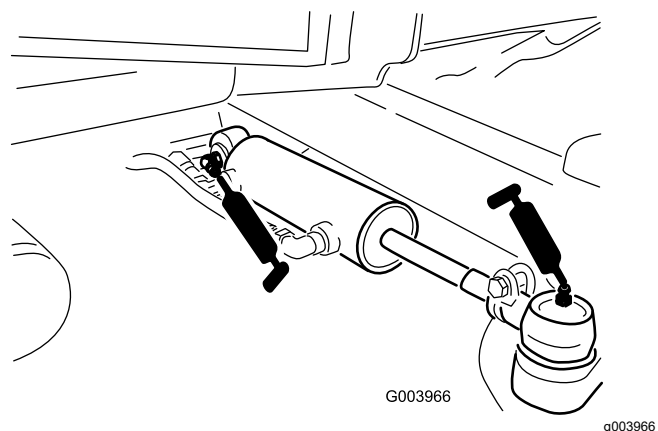

Figure 112
- Rotules de vérin de direction (2) (Figure 112)